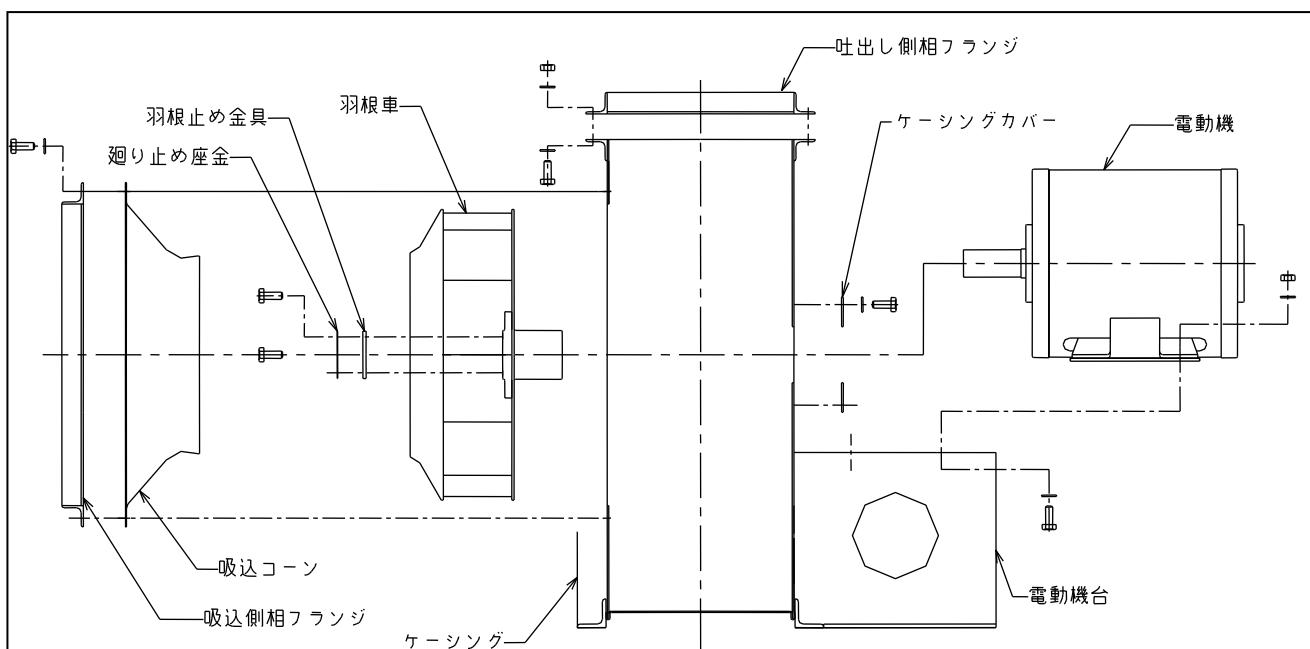

図18 SMT C 2/SMT E 3型分解組立図（例）
下記に分解の手順を示します。本ファンは標準仕様ですが、特殊仕様もありますので注意して読んでください。また、図18~21を参考にしながら作業を行って下さい。
- (1) 分解した手順、どこから外した部品かなどを記録してください。
- (2) Vブーリを取り外す場合は、セットビスを六角棒スパナ・ねじ回しなどでゆるめ、Vブーリ抜き(ギャフラー)で取外します。
- (3) ピロー型軸受ユニットを外す場合は、セットビスを六角棒スパナでゆるめ、ギャフラーで取外します。
- (4) ギャフラーを使用する場合は、抜くものに当て板をして傷の付かないようにすると共に、内径側(軸に近い方)の全周に均一に力がかかるようにしてください。
- (5) 再組立時に、各部品の取付位置および取付け後の寸法を分解前と同じにするために、必要に応じて合マークをつけてください。
- (6) インローや合わせ面に傷が付かないようにしてください。
- (7) SMT C2/SMT E3/SRTC2/SRTE3型は、羽根車を吸込側に抜いて取り出します。羽根車を軸から取外す場合、引抜き用ネジを利用して抜いてください。軸ナット、廻り止め用座金は先に外しておいてください。(図18, 20, 21)